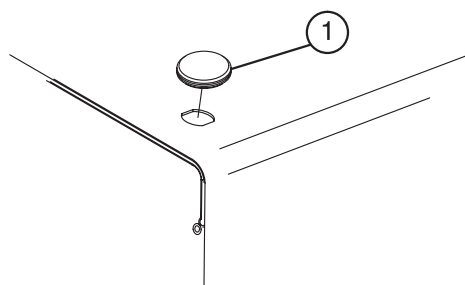

図3
1. フードの左前上部についているプラグを取り除きます (図3)。
4. ラジエターのサポートにラッチ用ブラケットを仮止めする (図3; 1/4 × 3/4" キャップスクリュ、平ワッシャ、ロックナットを使用する)。